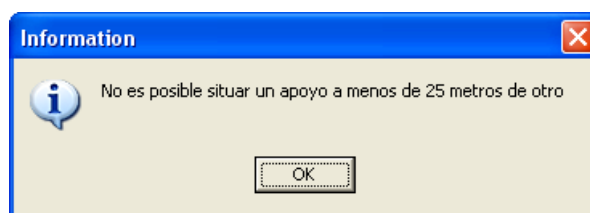

Figura 11.38.
- Figura 11.38: No necesita comentario. Véase R.D. 223/08